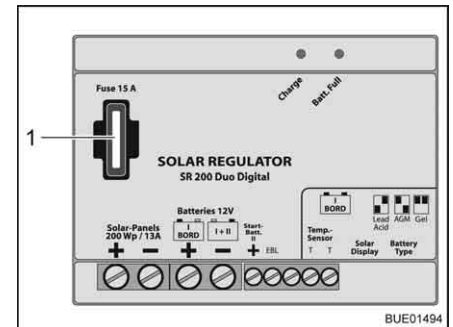

Bild 183 Säkring till laddningsregulator för solpanel 200 W
- Byt flatsäkring 15 A/blå (Bild 183,1).